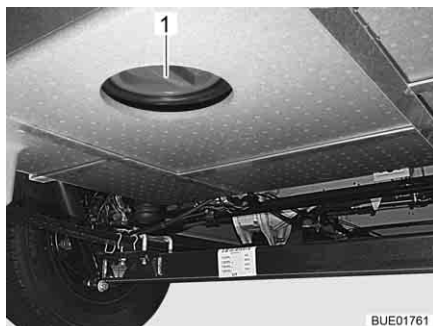

Bild 270 Reinigungöffnung Abwassertank
- Reinigungsöffnung (Bild 270,1) am Abwassertank und Ablasshahn öffnen.